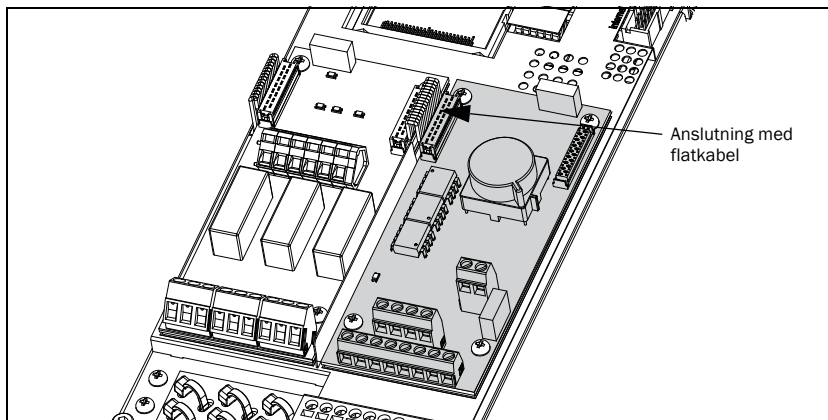

Fig. 16 Två monterade tillvalskort, sammankopplade med en flatkabel.
1. Anslut den korta 16-poliga flatkabeln (32 mm) till X5A-anslutningen på tillvalskortet som i Fig. 16.